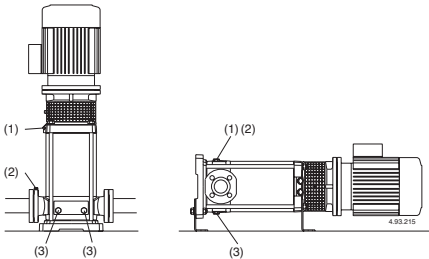

Abb. 4 (1) Auffüllung und Entlüftung;
Bei Installation der Pumpe über dem Wasserspiegel (Saugbetrieb, **Abb. 3A**) oder mit zur Öffnung des Rückschlagventils ungenügender Zulaufhöhe (weniger als 1 m) sind Saugleitung und Pumpe durch den Entlüftungsanschluß (1) zu füllen (**Abb. 4**). Zur Vereinfachung der Auffüllung wird ein Gummirohr (oder ein Rohrkrümmer) und ein Trichter verwendet.
(2) Entlüftung Saugleitung
(3) Entleerung
Wenn der Wasserspiegel auf der Saugseite oberhalb der Pumpe ist (Zulaufbetrieb, Abb. 3B) Absperrschieber in der Zulaufleitung langsam und vollständig öffnen um die Pumpe zu füllen. Dabei Schieber in der Druckleitung und die Entlüftungsöffnungen (1) (2) (Abb. 4) öffnen, damit die Luft entweichen kann.
Entlüftungsöffnungen (1) (2) schließen (Abb. 4). Bei MXV-B, MXV(L) 25-32-40 und MXV(L)4 25-32-40, die Nadelschraube (14.17) in der Entleerungs-Verschlußschraube (14.12) (Abb. 4b) anziehen und die Entlüftungsbohrung (14.04) schließen.
(2) zu wiederholen, sind die Anschlüsse der Saugleitung auf Dichtheit zu überprüfen und sind der Entlüftungs-(2) und die Entleerungs-Verschlußschrauben (3) auf der Saugseite anzuziehen (Abb. 4).
Die Pumpe sollte wie im Fall von zeitweiser Förderung von verschmutzten Flüssigkeiten im Anschluß kurz mit sauberem Wasser durchgespült werden, um Ablagerungen zu beseitigen. Oder es ist nach der Entleerung eine Wäsche vorzunehmen, indem sauberes Wasser (wenigstens 40 Liter) in die Auffüllöffnung (1) Druckseite gegeben wird und aus der Entleerungsöffnung (3) Saugseite austritt (**Abb. 4**).